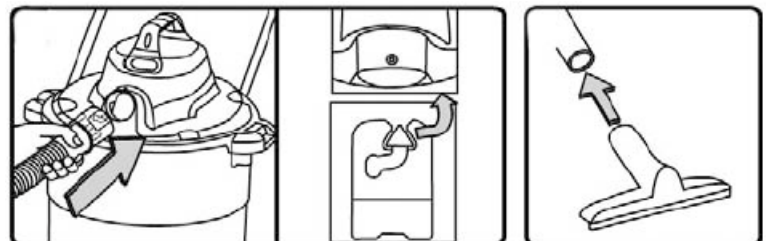

Figure 8
- 1) Installez le bout verrouillable du boyau souple Fig.8 à l'entrée de l'aspirateur (à l'avant de l'aspirateur) en insérant le bout verrouillant du boyau et en le tournant dans le sens horaire.
- 3) Fixez soit l'embout tout usage Fig.8, l'embout à bec ou l'embout gobeur à l'autre extrémité des rallonges.